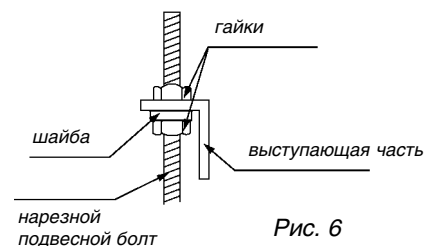

Рис. 6
1. Повесьте внутренний блок на нарезных болтах и закрепите его (рис. 6).